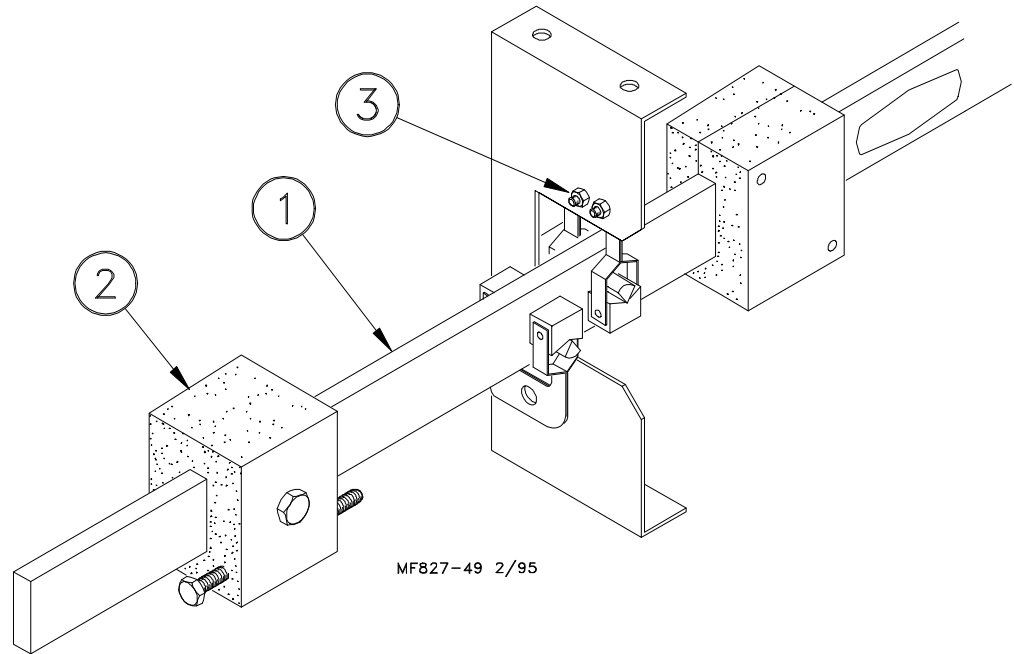

Figura 52. Instalación del astil
5. Instalar el conjunto del astil en la caja del astil. Fijar el soporte del astil al lado izquierdo del soporte de pivote con dos tornillos de máquina de cabeza redonda de 1/4-20 x 5/8 pulg y tuercas hexagonales. Ver la Figura 52.